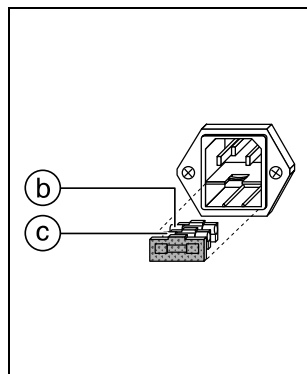

Fig. 2.2
Remplacer le fusible défectueux ② par un fusible neuf ③ dont on aura préalablement vérifié l'ampérage (fig. 2.2).
Reemplazar el fusible defectuoso ② con el nuevo; observe que las características del nuevo fusible ③ sean correctas (véase la Fig. 2.2).